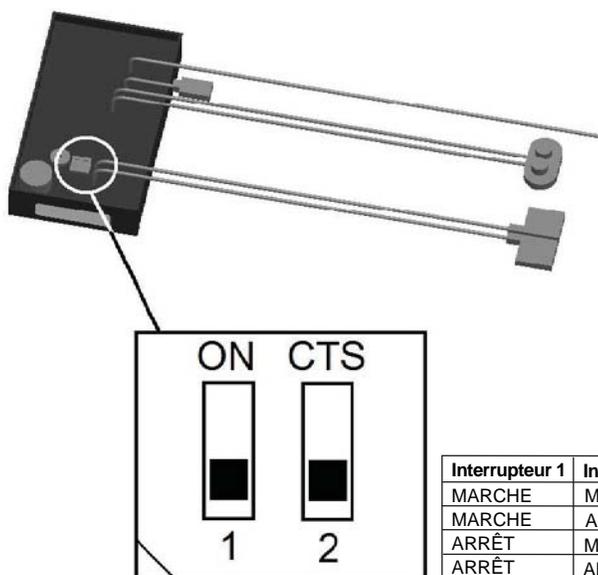

Fig. 7
2. Repérez le commutateur de sensibilité; lequel est situé sur la carte d'amplification (Fig. 7).
3. En vous servant d'un doigt ou d'un petit tournevis; effectuez doucement le réglage de la sensibilité à un niveau plus élevé ou plus bas de sa position actuelle. Veuillez utiliser le tableau des sélections de sensibilités (Fig. 7) afin d'assurer que le réglage correct est choisi.
REMARQUE : Fig. 7 représente une carte d'amplification ayant un réglage BAS de sensibilités sélectionnées.